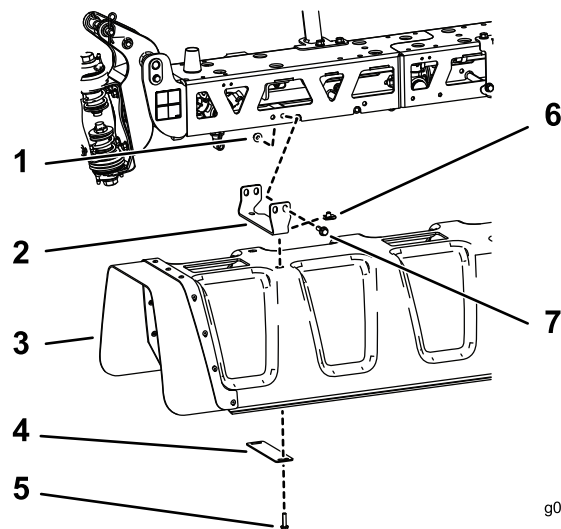

Figure 1
- Fixez le couvercle central au support à l'aide de 4 écrous en U, 2 plaques de boulonnage et 4 boulons à tête hexagonale (5/16 x 1-1/4 po), comme montré à la Figure 1.
- Fixez chacun des 2 supports centraux et les plaques de montage à la rampe centrale à l'aide de 2 boulons à tête hexagonale (3/8 x 1-1/4 po) et 2 écrous à embase (3/8 po), comme montré à la Figure 1.